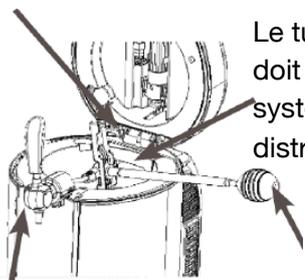
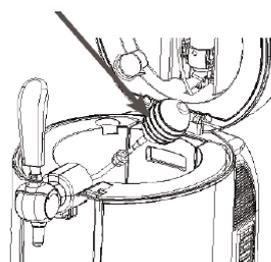

Figure 29
Figure 30
2. Raccorder l'extrémité de la pointe de perçage, injecter de l'eau dans la pointe pour nettoyer le tuyau de la pointe et la faire sortir par le tuyau à bière situé à l'autre extrémité. Répéter cette opération jusqu'à ce que le tuyau à bière soit propre (il faut 3 bouteilles d'eau au moins). Nettoyer également le mécanisme du robinet comme indiqué sur la figure 30. Remarque : veuillez démonter le robinet pour le nettoyer. (Voir figure 29)